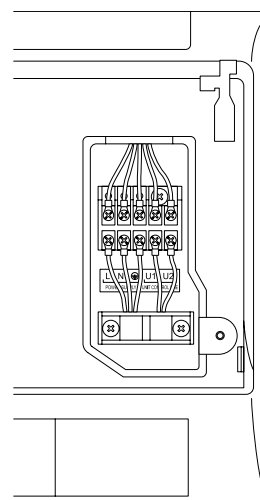

Abb. 3-96
- (4) Die Einheiten-Verbindungskabel von der Rückseite der Inneneinheit her verlegen und für den Anschluss nach vorne ziehen. (Abb. 3-96)
- (5) Die Einheiten-Verbindungskabel unter Bezugnahme auf den Schaltplan an die entsprechenden Klemmen der Klemmenplatte anschließen (Abb. 3-96).
- (6) Die Kabel unbedingt mit der dafür vorgesehenen Klammer sichern.